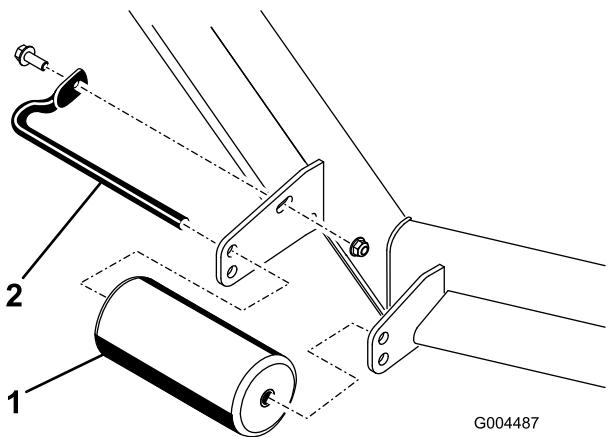
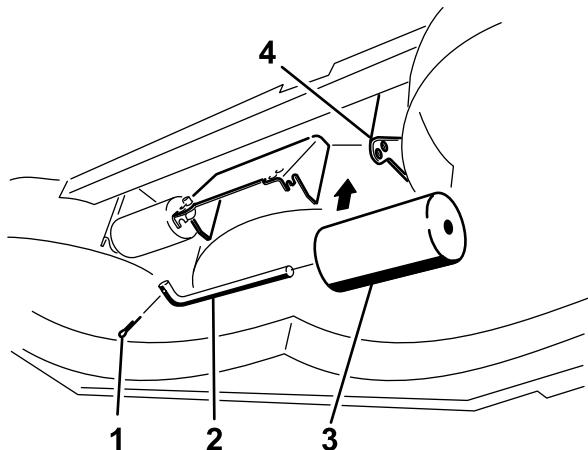

图 12
图 16
4. 卸下滚刀组上固定各个滚筒的紧固件并根据需要上下移动滚筒请参阅适用于您的滚刀组的 图 12 至图 16。